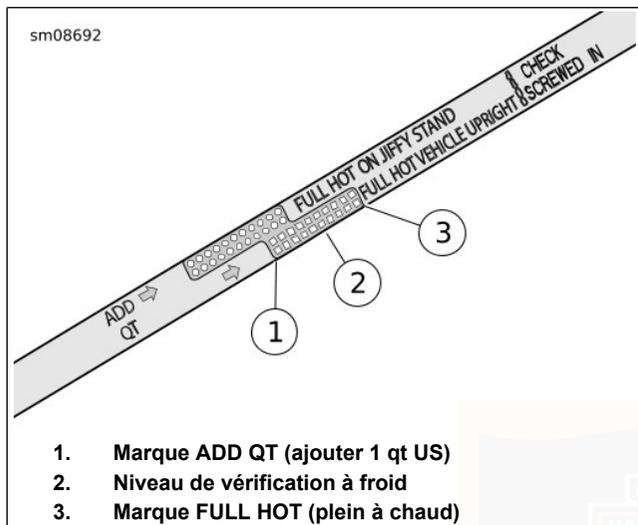

Figure 62. Jauge d'huile moteur (jauge avec véhicule à la verticale)
- e. Voir Figure 62. Vérifier le niveau d'huile. Le niveau d'huile à froid correct est le point médian (2) entre les repères ADD QT (ajouter qt) (1) et FULL HOT (plein à chaud) (3) sur la jauge.
5. Vérifier le niveau d'huile. Ajouter suffisamment d'huile pour que le niveau se trouve à mi-distance entre les repères ADD QT (ajouter qt) (1) et FULL HOT (plein à chaud) (3).
e. Voir Figure 62. Vérifier le niveau d'huile. Le niveau d'huile doit être entre les repères ADD QT (ajouter qt) et FULL HOT (plein à chaud) sur la jauge.